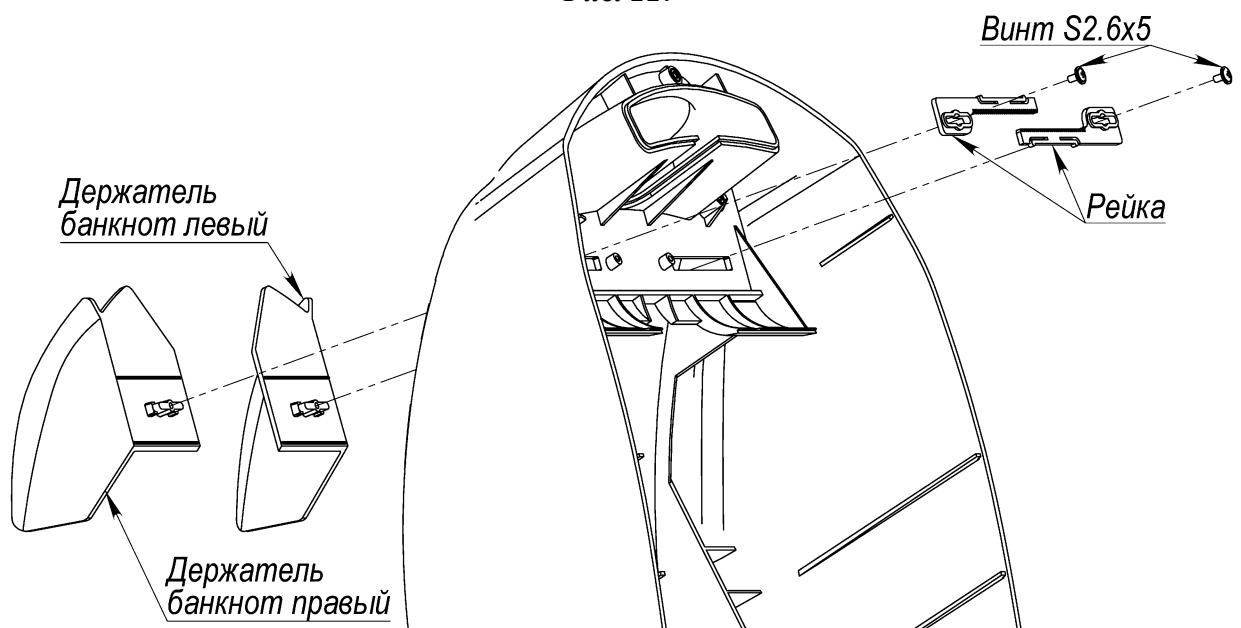

Рис. 118
8.31.2 Вывинтить два винта S2.6x5 N0105 крепления держателей банкнот к рейкам, снять рейки и держатели банкнот (см. Рис. 118).